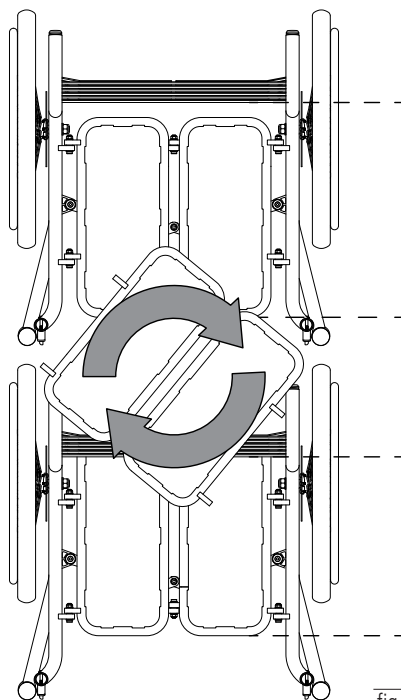

fig. 37
1. Løsn de 4 udvendige skrueforbindelser på sædepladen, og monter sædepladen efterfølgende drejet 180° (fig. 37).